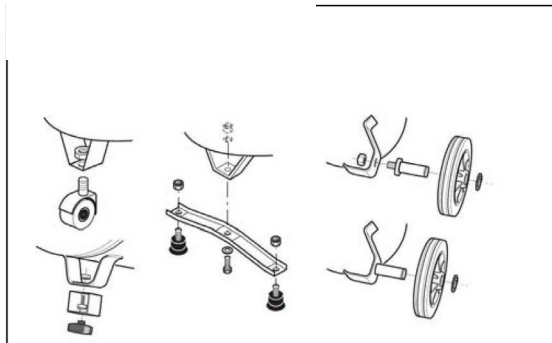

Fig. 3: Montaje de las ruedas
Paso 3: Instale primero las ruedas y/o los protectores contra vibraciones, si es necesario (Fig. 3).